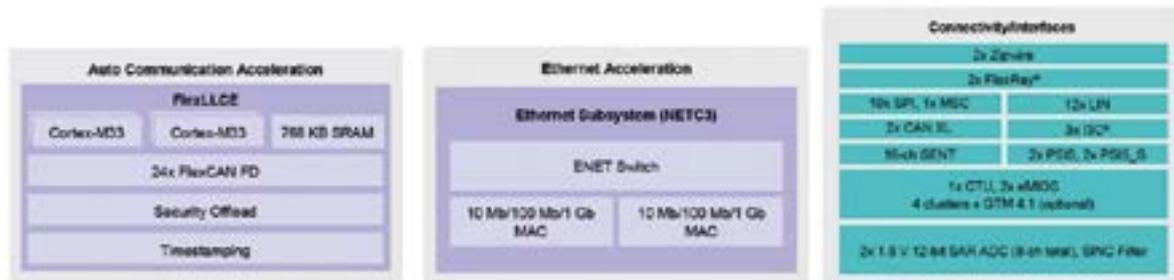

Figura 3. Una pequeña muestra de la conectividad disponible para automoción, a veces con soporte de aceleración, que ofrecen el S32E y el S32Z.
Para gestionar esto, los periféricos CAN forman parte de un bloque dedicado de aceleración automática de la comunicación con dos núcleos dedicados Arm Cortex-M33 lockstep y 768 KB de SRAM (Figura 3). El nuevo estándar CAN-XL también es compatible con el bloque Conectividad/Interfaz. CAN-XL ofrece velocidades de transmisión de datos de hasta 20 Mbits/s y un campo de datos mayor, de 2048 bytes. Sigue siendo interoperable con las redes CAN-FD, pero también admite la canalización de protocolos de capa superior, como el Protocolo de Internet (IP), algo que se utilizará cada vez más a medida que se implante Ethernet para automoción como red troncal.